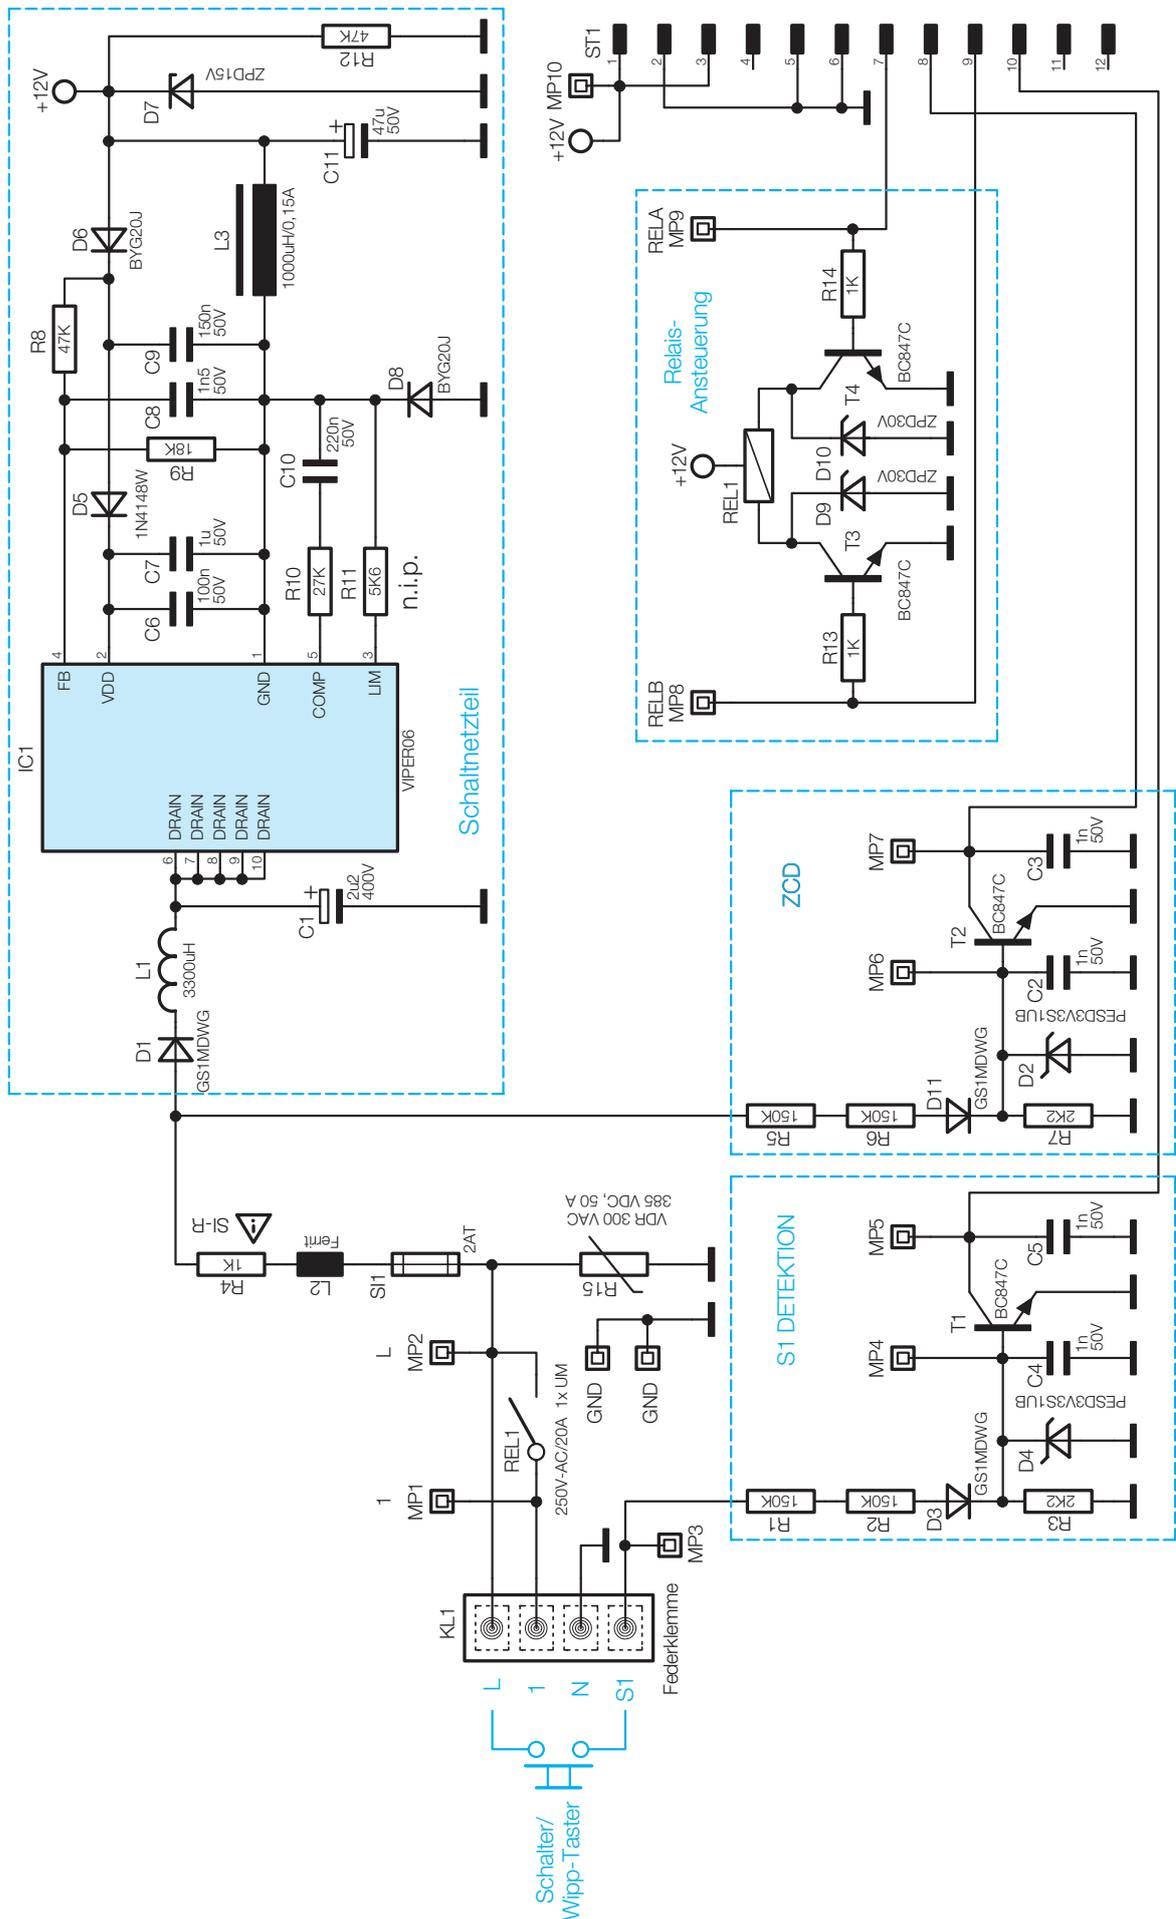

Bild 1: Die Schaltung der Power-Platine mit 12-V-Netzteil, Relaischaltstufe, Nulldurchgangs- und Schalter-/Tastererkennung
Als Erstes betrachten wir den Schaltungsteil auf der Power-Platine (Bild 1). Die Betriebsspannung des Gerätes von 230 V/50 Hz wird über die Federklemme KL1 (L, N) zugeführt. Über einige Sicherheitskomponenten wird das Schaltnetzteil IC1 mit dieser Spannung versorgt. Die Ausgangsspannung des Schaltnetztes beträgt 12 V Gleichspannung (DC). Diese